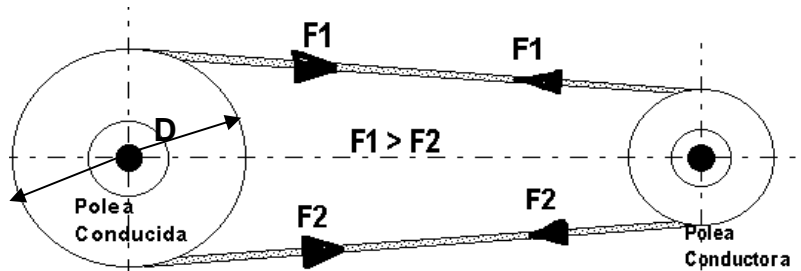

Figura 7
d) Poleas: Existen dos fuerzas  $F_1$  y  $F_2$  (ver figura 7)